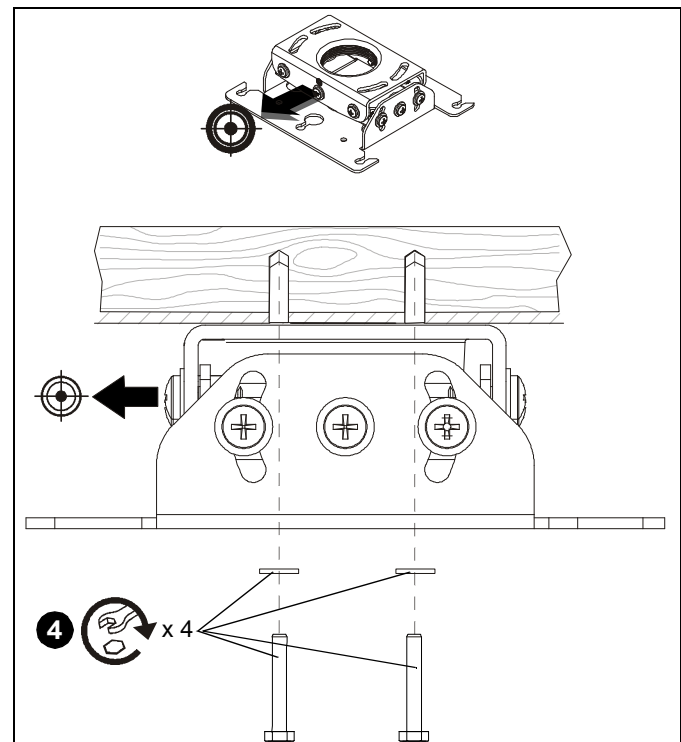

Figure 5
4. Fixez le RPE à la structure en utilisant quatre boulons tire-fond d'une longueur minimum de 1/4" x 2" (non inclus) et quatre rondelles plates de 1/4" (non incluses). (Voir la Figure 5)